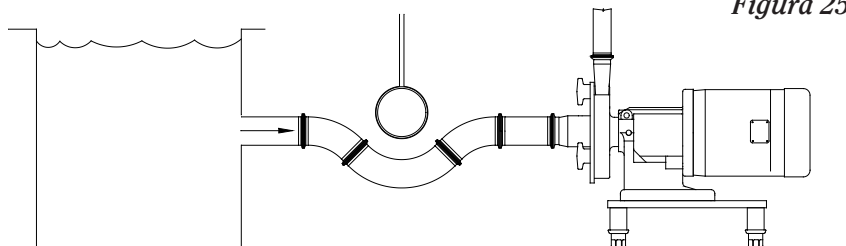

Figura 25
- Evite áreas de sucção onde sedimentos venham a ser coletados (Figura 25).